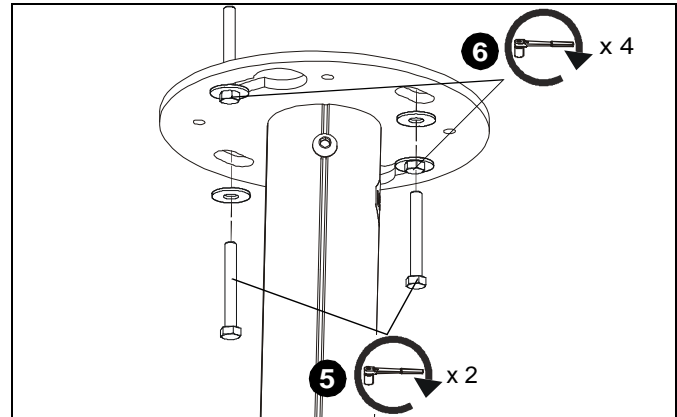

Figure 6
5. Installez deux vis tire-fond de 8 mm x 7 mm (5/16" x 2-3/4") (minimum) (non incluses) dans les trous sur la plaque pour plafond et dans les trous percées dans les contreventements transversaux des montants en bois. (Voir la Figure 6)
6. Serrez les quatre vis tire-fond pour fixer la plaque au plafond. (Voir la Figure 6)